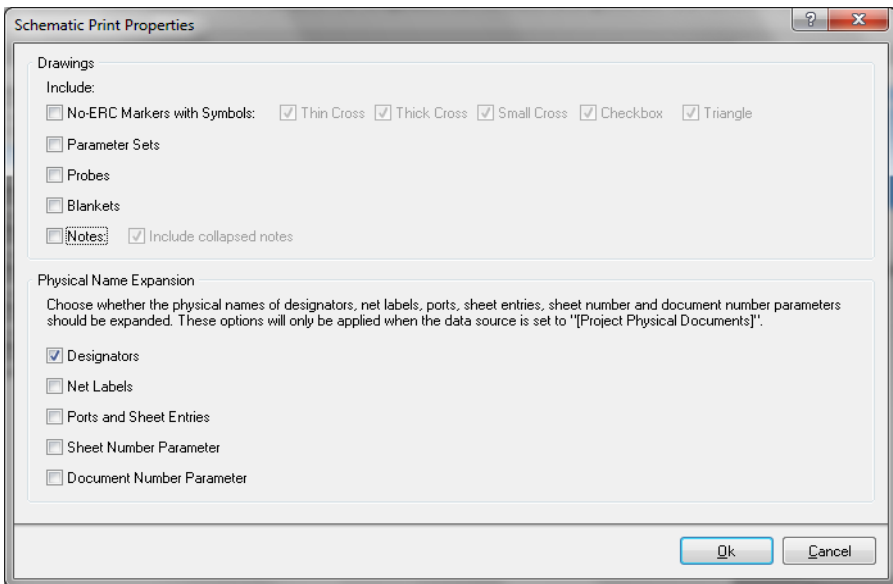

Рисунок 8.9 – Параметри документу схеми
4) Налаштовуємо параметри вихідного документу схеми згідно з рис. 8.9.